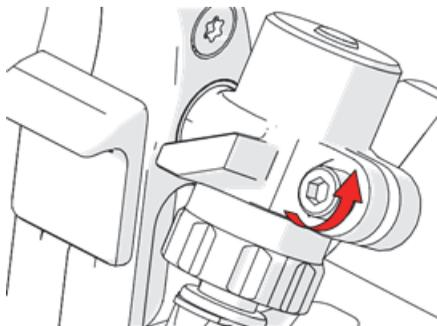

Figure 1-40 Déverrouillage du cylindre de tension de la roue motrice
1. Déverrouillez le mécanisme de fixation pour modifier le pré-réglage du cylindre de tension de la roue motrice à l'aide d'un tournevis à tête hexagonale de 4 mm (Figure 1-40 à la page 57).
4. Verrouillez le mécanisme de fixation du cylindre de tension de la roue motrice à l'aide d'un tournevis à tête hexagonale de 4 mm (Figure 1-40 à la page 57).